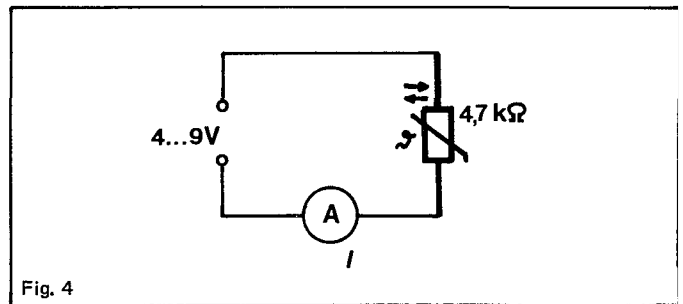

Fig. 4
4.4 NTC-Widerstandssonde, 4,7 kΩ zur Temperaturmessung (Fig. 4).